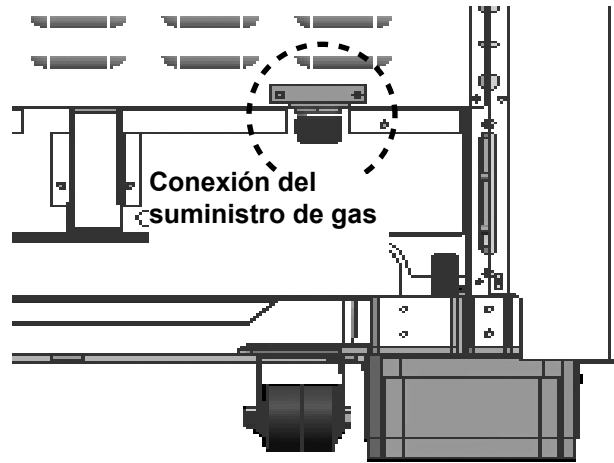

Figura 14: Conexión del colector del suministro de gas
- Utilice un conducto flexible de ¾ pulg. (19 mm) entre el suministro de gas y la línea de suministro del aparato. La línea de suministro de gas está ubicada detrás de la estufa, abajo a la derecha. La línea externa de suministro de gas del aparato tiene una rosca de tipo NPT ¾ pulg. (19 mm) y la rosca interna es de tipo NPT ½ pulg. (13 mm) (vea la Figura 14).